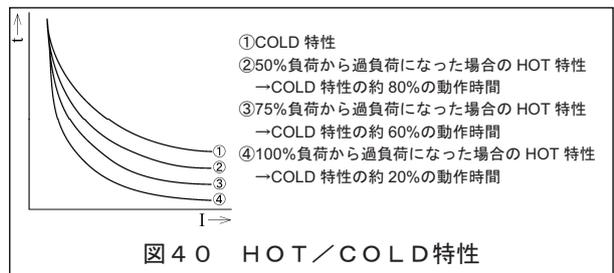

図40 HOT/COLD特性
AGR-21BL (L特性) 形OCRの設定値を表25, 特性を図40~図42に示します。
⑤: ピックアップ電流値とは, OCRが過電流を判定する際のしきい値です。 $[I_R] \times 1.05 <$  (ピックアップ電流値)  $\leq [I_R] \times 1.2$ の範囲内にあり, ピックアップ電流値を超えると, OCRは引外しの為の時限の計測を始めます。電流が一旦ピックアップ電流値未満になると, 時限の計測は解除されます。
⑥: HOT特性は, ある負荷状態がある程度継続した後に過負荷状態となった時, 通常の長限時引外しの特性 (=COLD特性) よりも短い時間で動作する特性です。出荷時は, COLD特性に設定されています。HOT特性への変更方法は, 5-2-3-6.を参照ください。HOT特性時の負荷状態の記憶は, 制御電源喪失時解除されます。HOT/COLD特性の動作時間を図40に示します。
⑦: 短限時引外し機能は, 長限時引外し機能に対し, 優先動作します。短限時引外しより長限時引外しの時限が小さい領域でも, 短限時引外し機能の時限で動作します。